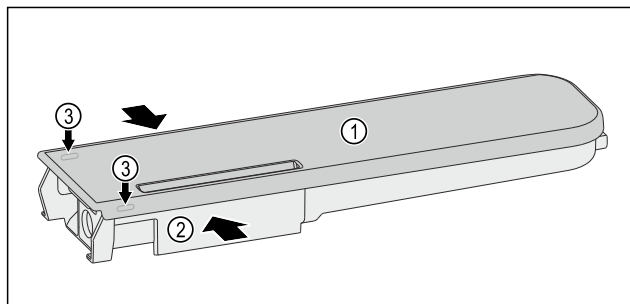

Fig. 173
- ▶ Притисніть бак для води Fig. 173 (2), обережно підчепіть і потягніть угору кришку Fig. 173 (1) за допомогою фіксувальних язичків Fig. 173 (3).
- ▶ Обережно порухайте кришку Fig. 173 (1) вперед-назад і зніміть її вгору.